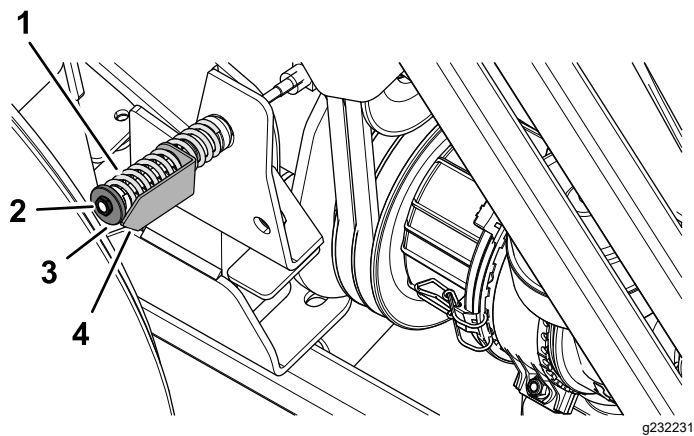

Figura 89
5. Si fuera necesario, gire la tuerca del tensor de la polea hasta que la flecha indicadora de tensión se alinee con la superficie exterior de la arandela (Figura 89).
8. Afloje la tuerca del tensor de la polea tensora; consulte Figura 89 en Comprobación de la tensión de la correa de la toma de fuerza (página 69).